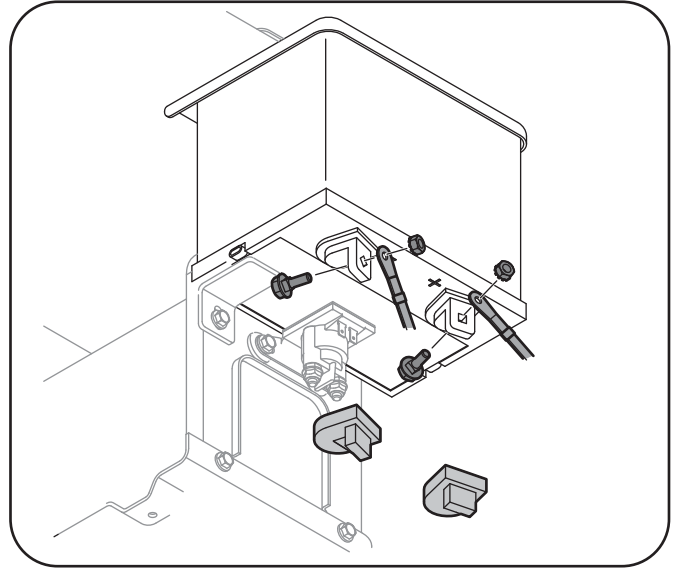

Figure 3-12
1. Enlevez le couvercle en plastique, si équipé, de la borne positive de la batterie et attachez le câble rouge à la borne positive de la batterie (+) avec le boulon et l'écrou à six pans. Voir la Fig. 3-12.
2. Enlevez le couvercle en plastique, si équipé, de la borne négative de la batterie et attachez le câble noir à la borne négative de la batterie (-) avec le boulon et l'écrou à six pans. Voir la Fig. 3-12.